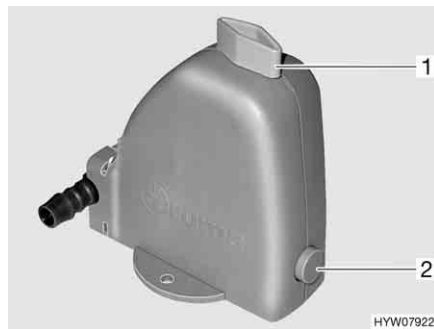

Bild 182 Sicherheits-/Ablassventil des Boilers
Der Boiler ist mit einem Sicherheits-/Ablassventil (Bild 182) ausgestattet. Das Sicherheits-/Ablassventil verhindert, dass das Wasser im Boiler einfriert, wenn bei Frost die Heizung nicht eingeschaltet ist.
- Sicherheits-/Ablassventil schließen. Dazu den Drehknopf (Bild 182,1) quer zum Sicherheits-/Ablassventil drehen und den Druckknopf (Bild 182,2) hineindrücken.
- Sicherheits-/Ablassventil öffnen. Dazu den Drehknopf (Bild 182,1) längs zum Sicherheits-/Ablassventil drehen. Der Druckknopf (Bild 182,2) springt heraus. Der Boiler wird über das Sicherheits-/Ablassventil nach außen entleert.